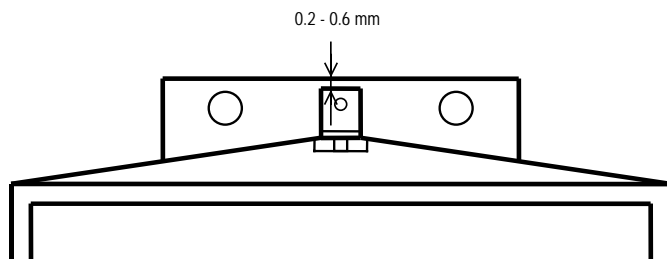

Fig. 5
- Contrôler le zéro de la tige hélicoïdale, voir Fig. 5.